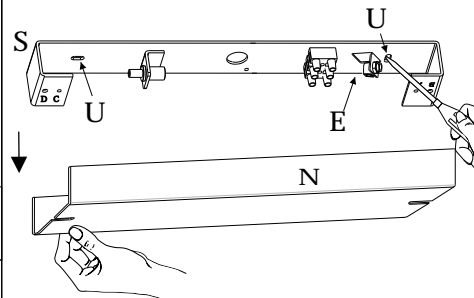

Fig. 1
- Fig.1** Separare la staffa "S" dal coperchio "N" agendo sul lato corto del rosone con le due mani.
- Fig.1** Fissare la staffa "S" al soffitto tramite i due fori "U".